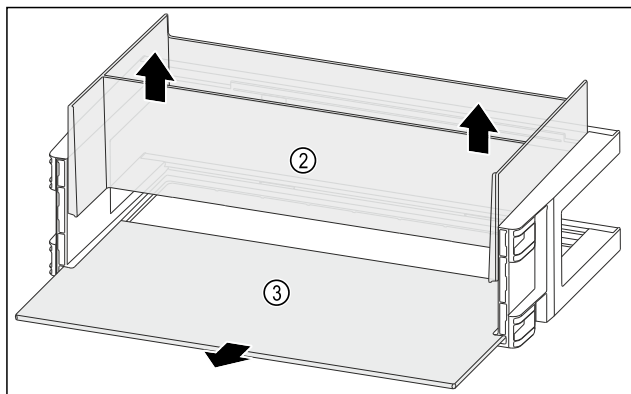

Fig. 133
- 朝上取出收纳盒 Fig. 133 (2)。
- 取出搁板 Fig. 133 (3)。